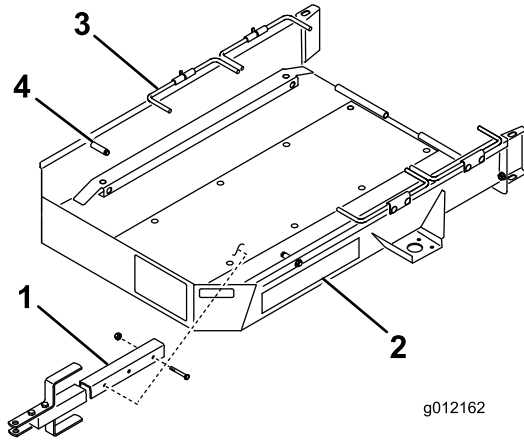

Figura 1
1. Monte la barra de tracción en el soporte de montaje de la cara inferior de la plataforma del remolque con 2 pernos ($3/8'' \times 2\frac{3}{4}''$), 2 espaciadores y 2 contratuercas. Para la mayoría de las aplicaciones, utilice los taladros de montaje delanteros de la barra de tracción y el soporte (Figura 1).
3. Retire los recogedores de la máquina, desengrane la transmisión del molinete y ponga el acelerador en la posición de velocidad mínima. Suba la máquina **lentamente** al remolque hasta que las ruedas de transporte toquen los topes del remolque (Figura 1).
5. Pivote hacia abajo el primer juego de varillas de sujeción de la rueda, detrás de las ruedas de transporte (Figura 1).